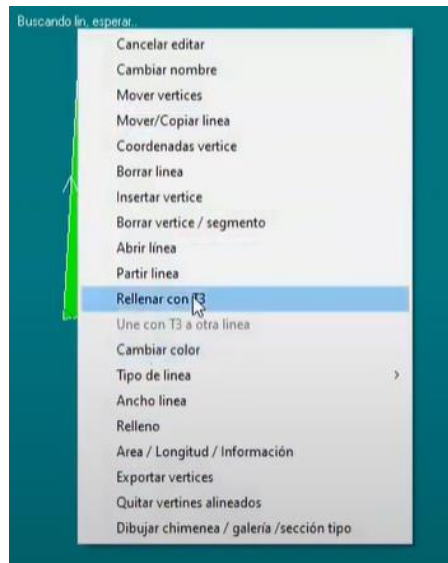

Figura 225. Rellenar con T3.
67. Para que la poligonal tenga relleno, con la opción “Editar líneas” activa, dar clic en cualquier vértice y seleccionar la opción “Rellenar con T3”. Figura 225.